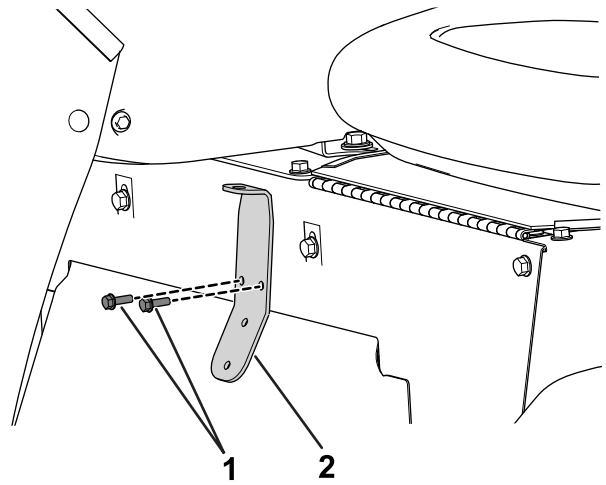

Bild 28
2. Befestigen Sie die Ventilbefestigung mit zwei Sechskantschlitzschrauben ($\frac{1}{4}$ "-20 x $\frac{1}{2}$ ") am Sitzunterteil (Bild 28).